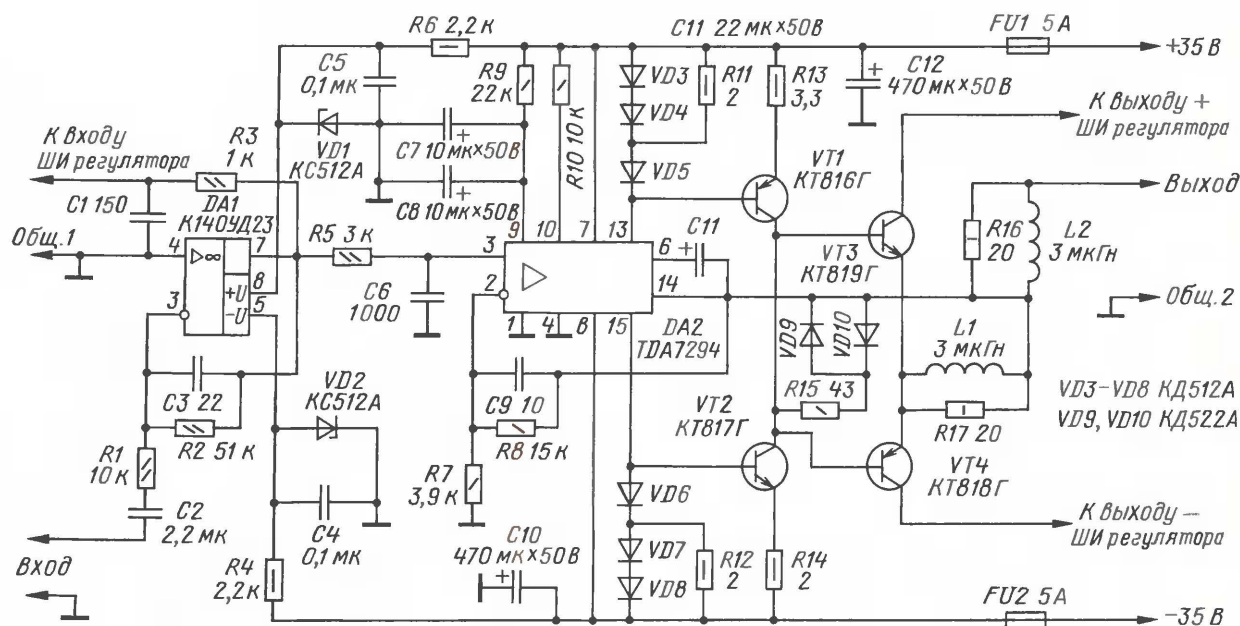

Рис. 2
**Узел аналоговой части усилителя** построен с использованием микросхем и мощного каскада на комплементарных транзисторах; его схема изображена на рис. 2. В качестве входного буферного усилителя DA1 применен ОУ K140УД23. Входной сигнал подан на инвертирующий вход просто для удобства измерения, но может быть подан на неинвертирующий при соответствующем изменении схемы. С выхода DA1 сигнал подается на два развязывающих НЧ фильтра C1R3 и R5C6. После фильтра R3C1 сигнал поступает к ШИ регуляторам, а с фильтра R5C6 — на микросхему УМЗЧ TDA7294 (DA2).
Микросхему TDA7294 необходимо установить на пластинчатый теплоотвод размерами 50×100 мм, мощные транзисторы VT1—VT4 (схемы на рис. 2) — на пластину размерами 100×100 мм, а полевые транзисторы IRFZ34, IRF9Z34 и